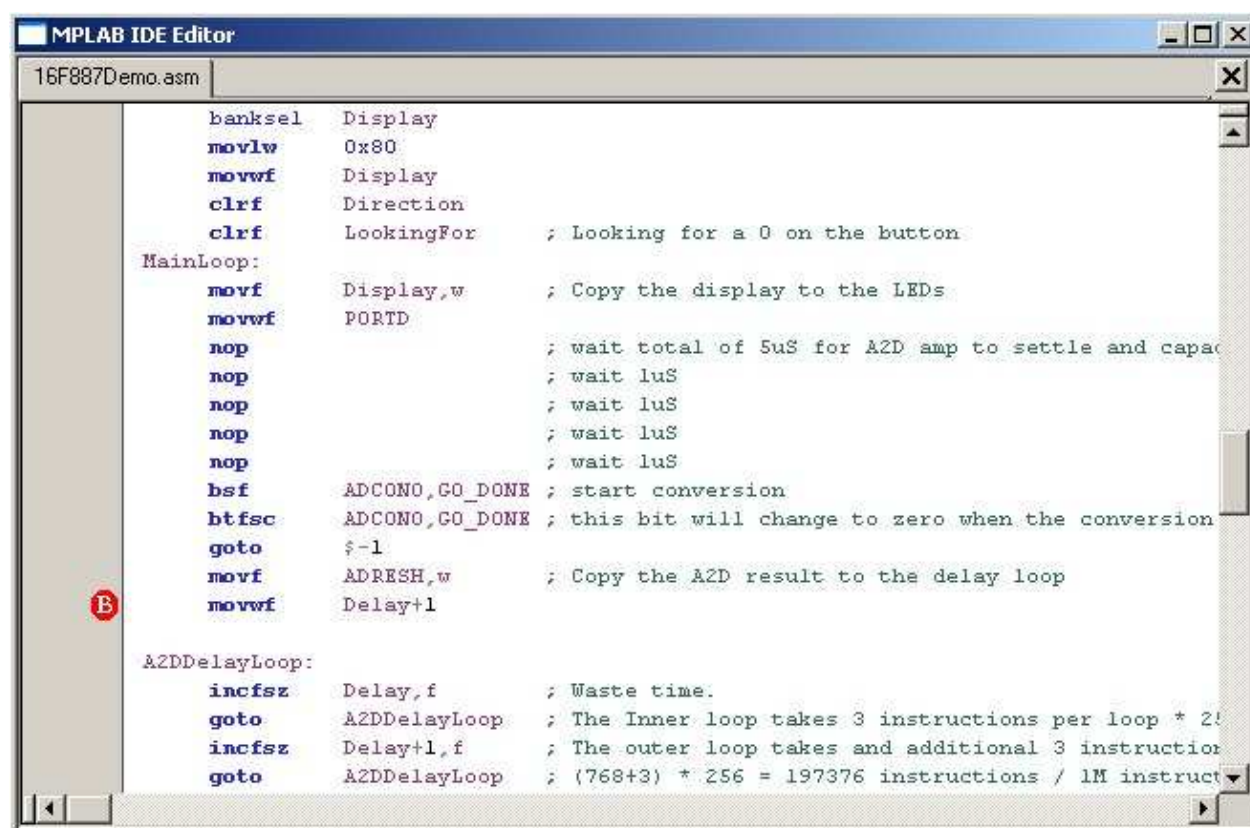

Рис. 4.19
1. Установите указатель мыши на строчку **movwf Delay+1** файла **16F877Demo.asm** как показано на **Рис. 4.19**. Выполнение программы будет приостановлено, когда АЦП завершит преобразование.
2. Установите точку останова, выполнив двойной щелчок на нужной строке кода программы, либо выбрав **Set Breakpoint** во всплывающем меню по нажатию правой кнопки мыши. Индикатором установленной точки останова является буква **B** в **красном** восьмиугольнике напротив выбранной строки (**Рис. 4.19**).